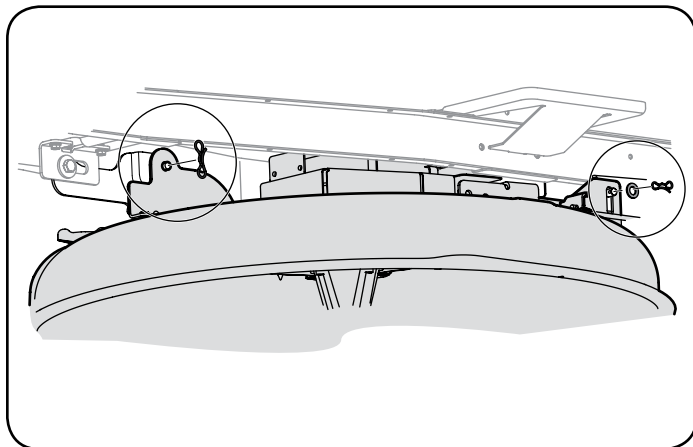

Figura 35
5. Extraiga los pasadores de chaveta con unión curva que aún están sujetando la unidad, como se indica en la Figura 35.